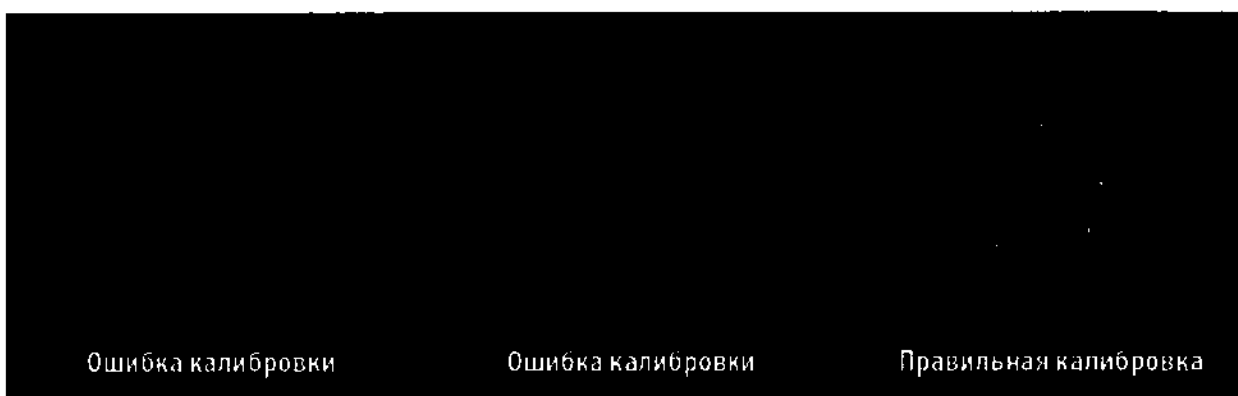

Рисунок 16
17. При необходимости нажмите кнопку «**Zoom in / Zoom out**» (Увеличить/уменьшить масштаб) в нижней части экрана для точной настройки, чтобы крайнее кольцо визуализирующего катетера практически совпадало с синим калибровочным кольцом (рисунок 16).